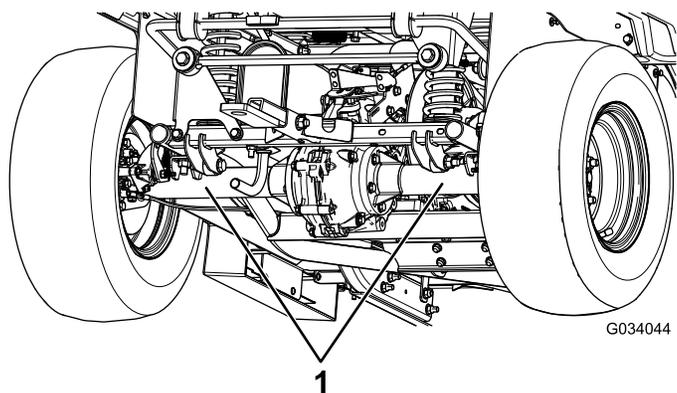

図 24
- 車体後部のジャッキアップポイントはアクスルチューブの下側です 図 24。